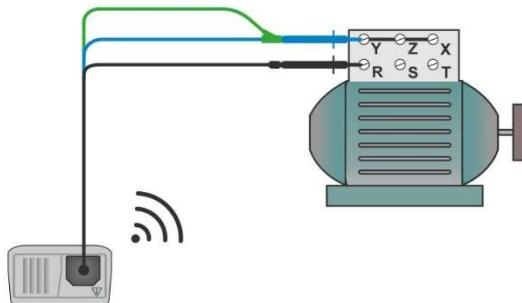

Figura 5.11: 3 fili Applicazione puntuale
- Collegare I puntali all'oggetto testato (vedi figura 5.11).